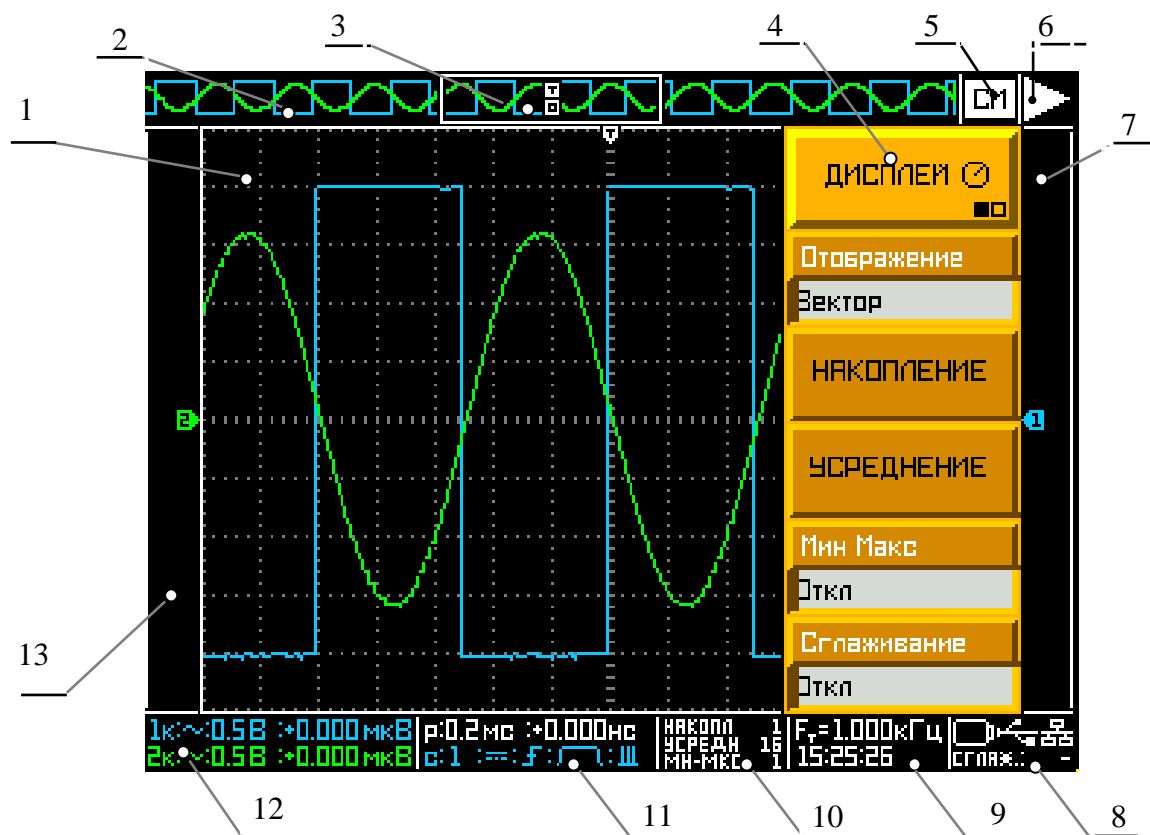

Рисунок 2.2 – Вид экрана с включенным меню (Пример)
2.3.8 В левой части передней панели расположен ЖКЭ (рисунок 2.2).
Коэффициенты отклонения и дополнительная информация относительно включенных каналов отображается в служебной области ЖКЭ (зона 12, рисунок 2.2).